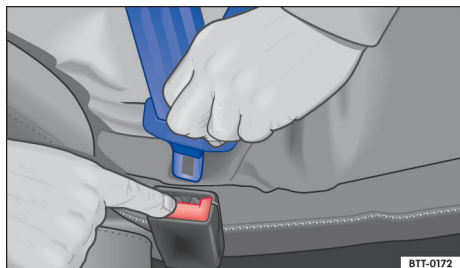

Fig. 28 Soltar la pestaña de encastre del cinturón de seguridad del cierre del cinturón.
- Presione la tecla roja en el cierre del cinturón de seguridad → fig. 28. La pestaña de encastre del cinturón de seguridad se sale hacia afuera.